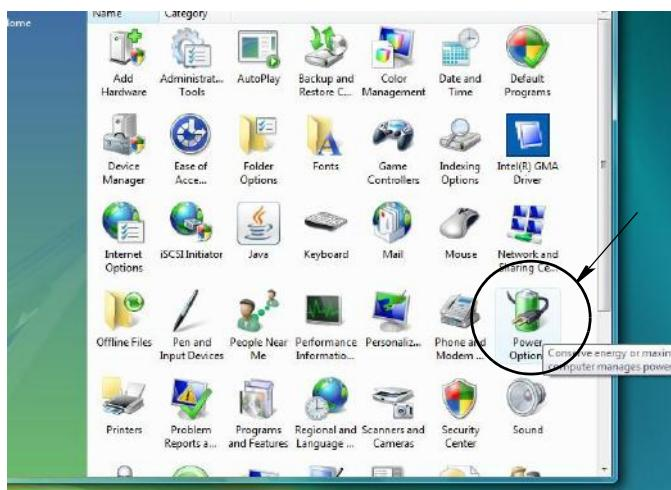

Рис. 17
- Щелкните по значку «Электропитание» (Рис. 17).